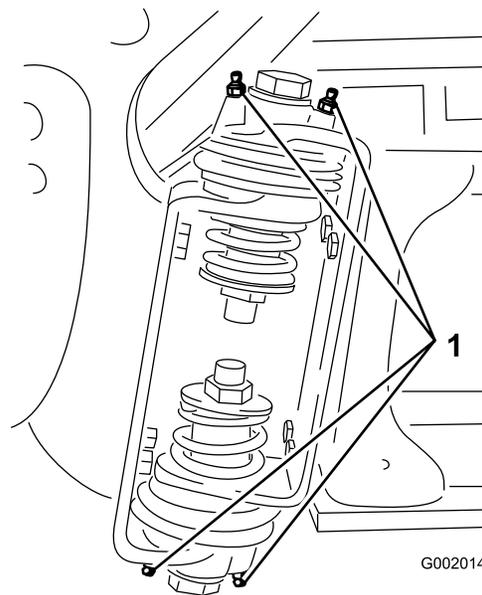

Figura 65
2. Introduza massa lubrificante no rolamento ou casquilho de cada união (Figura 65).